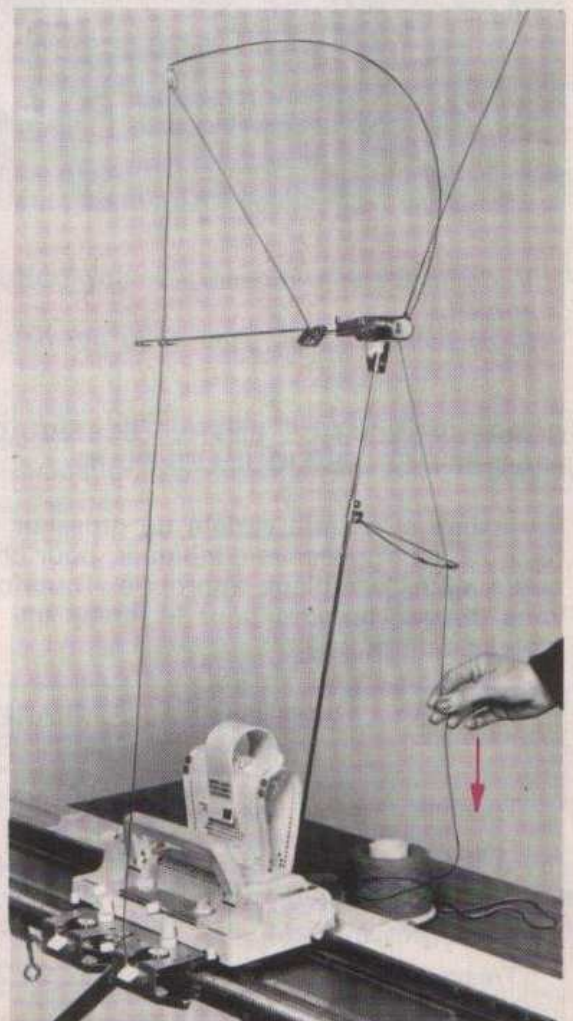

Fig. 39
*Pour mettre le flexible en tension, tirer le surplus de laine (fig. 39).*